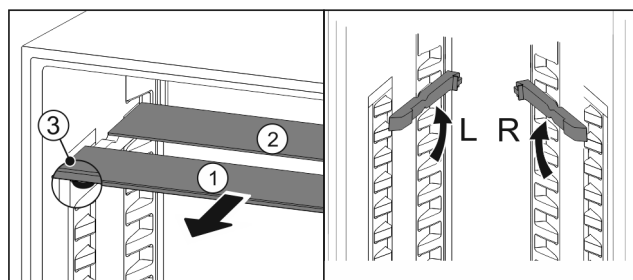

Fig. 126
- Træk glaspladerne ud enkeltvis fremad Fig. 126 (1).
- Glaspladen Fig. 126 (1) med pyntelisten ligger foran.
- Stoppene Fig. 126 (3) peger nedad.